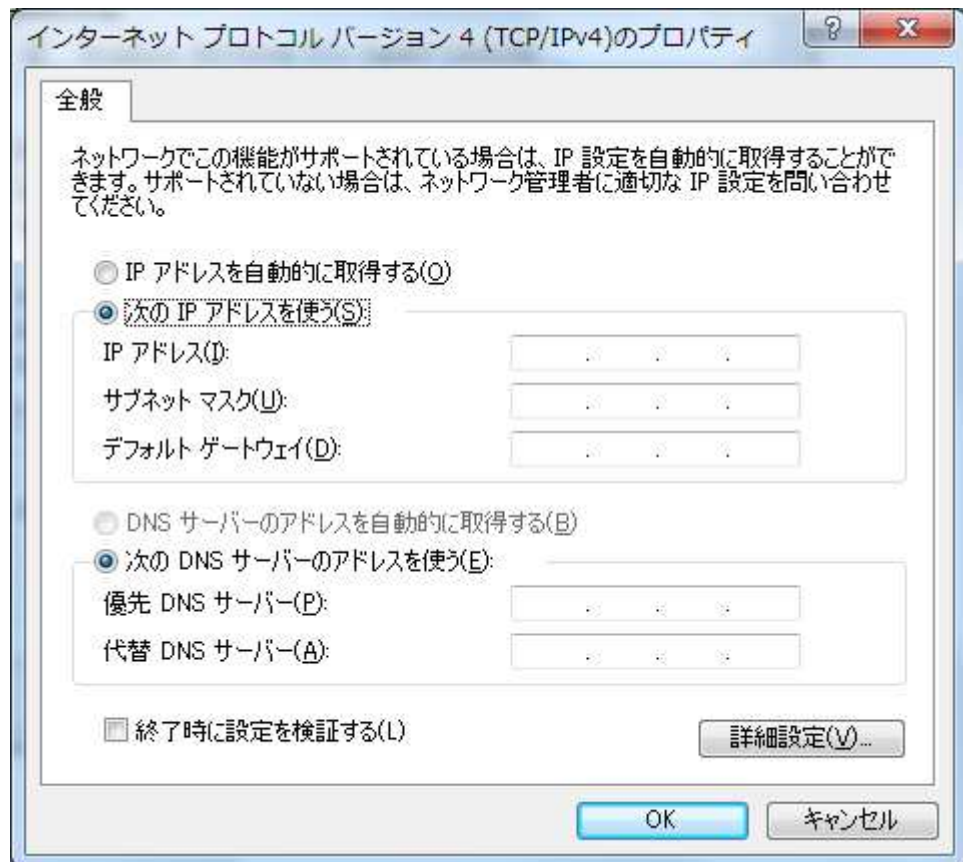

図 4.5 インターネット プロトコル バージョン 4(TCP/IPv4)のプロパティ画面
- ⑥「インターネット プロトコル バージョン 4(TCP/IPv4)のプロパティ」の画面（図 4.5）が表示されますので、「次の IP アドレスを使う（S）」を選択し、IP アドレス・サブネットマスク・デフォルトゲートウェイを入力してください。入力後、「OK」を押してください。